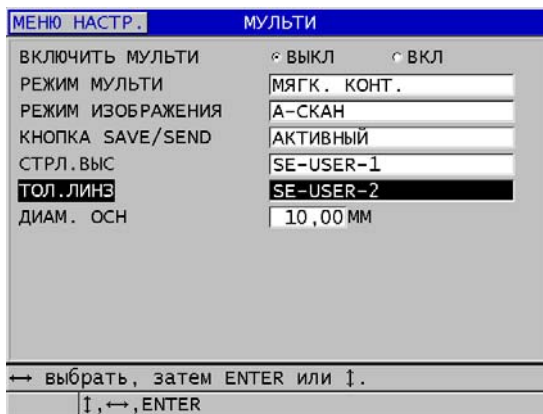

Рис. 7-9 Настройка параметров мульти-измерения в режиме мягкий контакт
5. В окне **МУЛЬТИ** (см. Рис. 7-9 на стр. 106):